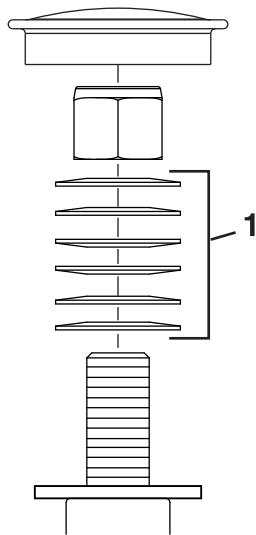

Figura 55
3. Retire el tapón guardapolvo de la rueda giratoria y apriete la contratuerca (Figura 55).
4. Apriete la contratuerca hasta que las arandelas de muelle estén planas, luego afloje  $\frac{1}{4}$  de vuelta para establecer la pre-carga correcta de los cojinetes (Figura 55).
**Importante:** Asegúrese de que las arandelas de muelle están correctamente instaladas, según se muestra en Figura 55.
5. Coloque el tapón anti-polvo (Figura 55).